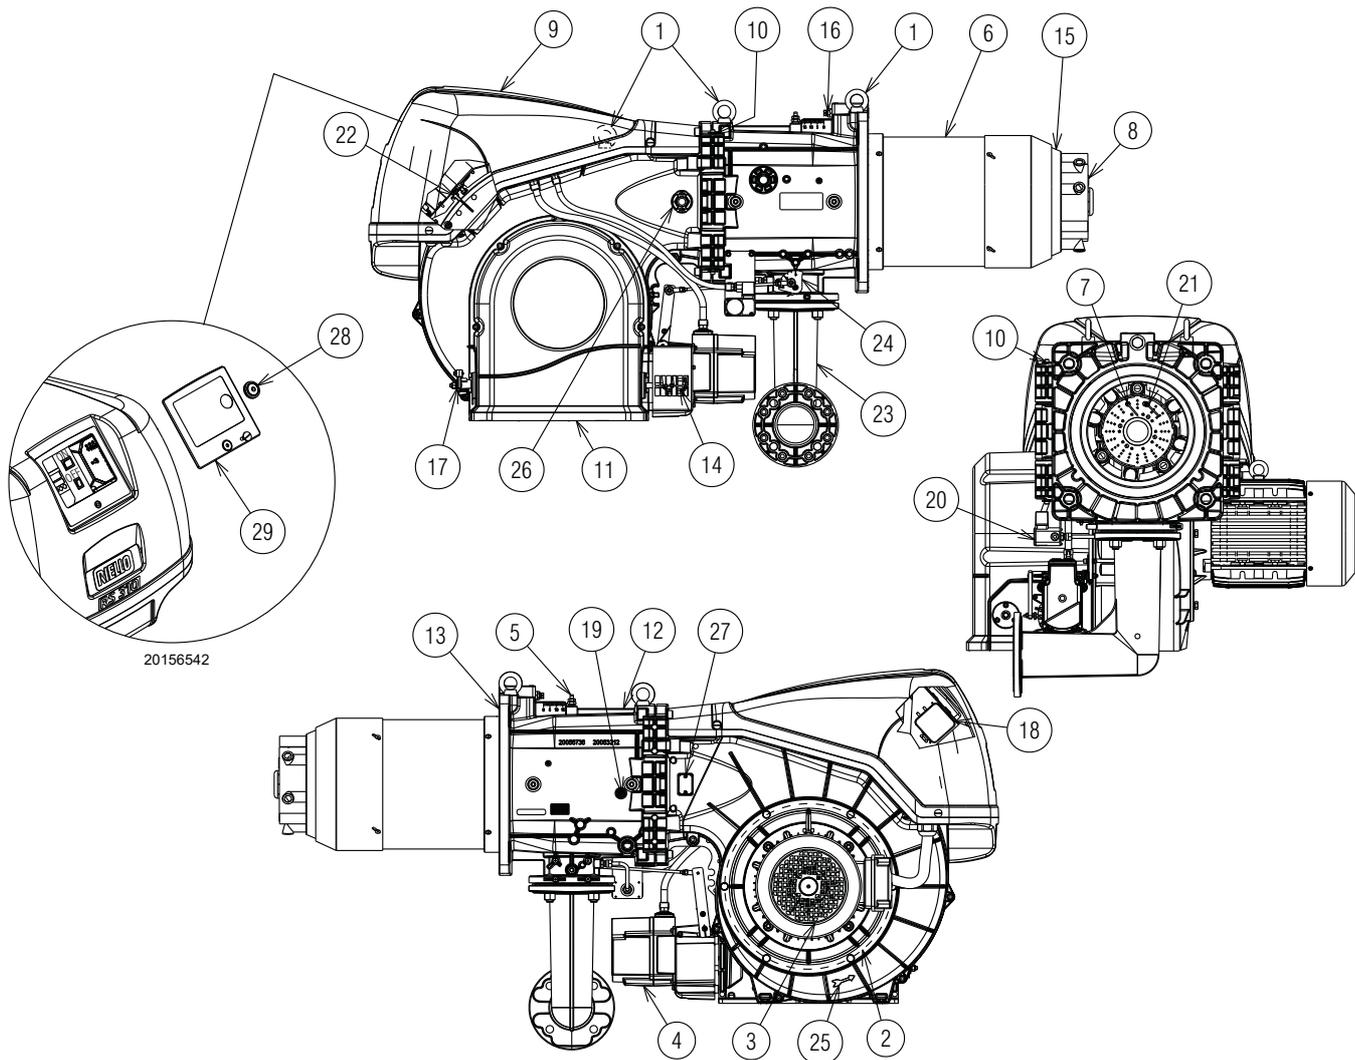

Fig. 5
(1) Condizioni di riferimento: Temperatura ambiente 20°C - Temperatura gas 15°C - Pressione barometrica 1013 mbar - Altitudine 0 m s.l.m.
(2) Pressione alla presa 5)(Fig. 5 a pag. 13) con pressione zero in camera di combustione ed alla potenza massima del bruciatore.
(3) Pressione sonora misurata nel laboratorio combustione del costruttore, con bruciatore funzionante su caldaia di prova, alla potenza massima. La Potenza sonora è misurata col metodo "Free Field", previsto dalla Norma EN 15036, e secondo una accuratezza di misura "Accuracy: Category 3", come descritto dalla Norma EN ISO 3746.